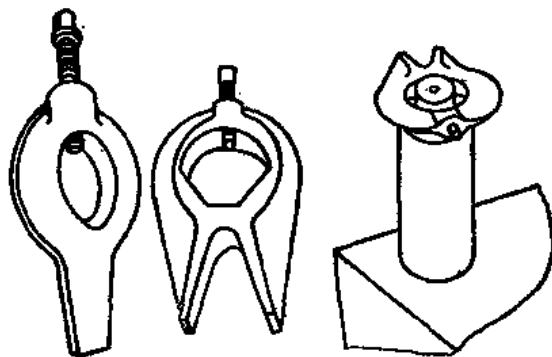

图2-17 装鸡心夹头
5) 如图2-17所示，在工件一端装一鸡心夹头。若夹头夹紧处为光面，则应在螺钉夹紧处垫上铜皮。夹头规格可按工件直径选取。